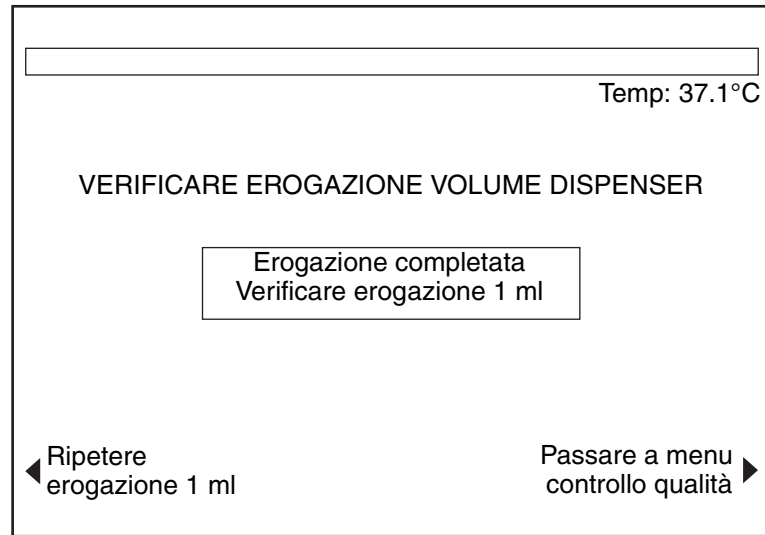

Figura 7-11. Schermata Verificare erogazione volume dispenser (3)
4. Al termine dell'erogazione, viene visualizzata la terza schermata (fare riferimento alla Figura 7-11). Il dispenser deve spostare lo stantuffo della siringa dal contrassegno di 2 cc (ml) a quello di 1 cc (ml). Verificare che lo stantuffo sia stato spostato di 0,1 cc (un contrassegno di livello) sulla linea di 1 cc (ml).